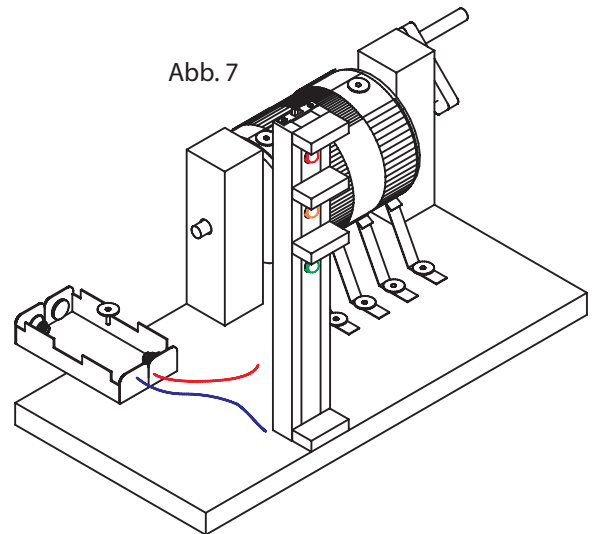

Abb. 7
8. Den Batteriehalter (9) am dafür vorgesehenen Platz auf die Grundplatte mit Allekskleber aufkleben und mit einem Reissnagel fixieren.. (siehe Abb. 7)